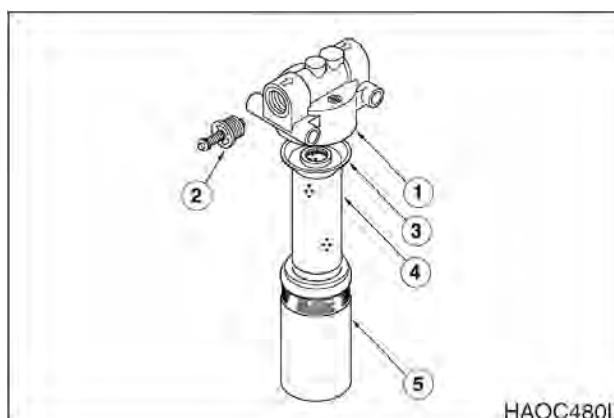

Рис. 64
4. Отвинтить корпус (5, рис. 64), снять уплотнительное кольцо (3) и фильтрующий патрон (4).
5. Вставить новый фильтрующий патрон и уплотнительное кольцо. Нанести небольшое количество масла на уплотнительное кольцо и вновь установить узел корпуса на головку фильтра (1, рис. 64).